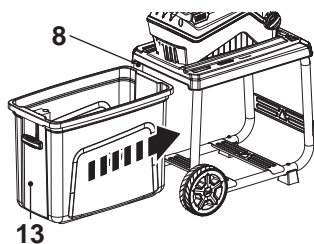

Fig. 5
1. Insira a caixa de recolha (13) na estrutura (8) (Fig. 5).